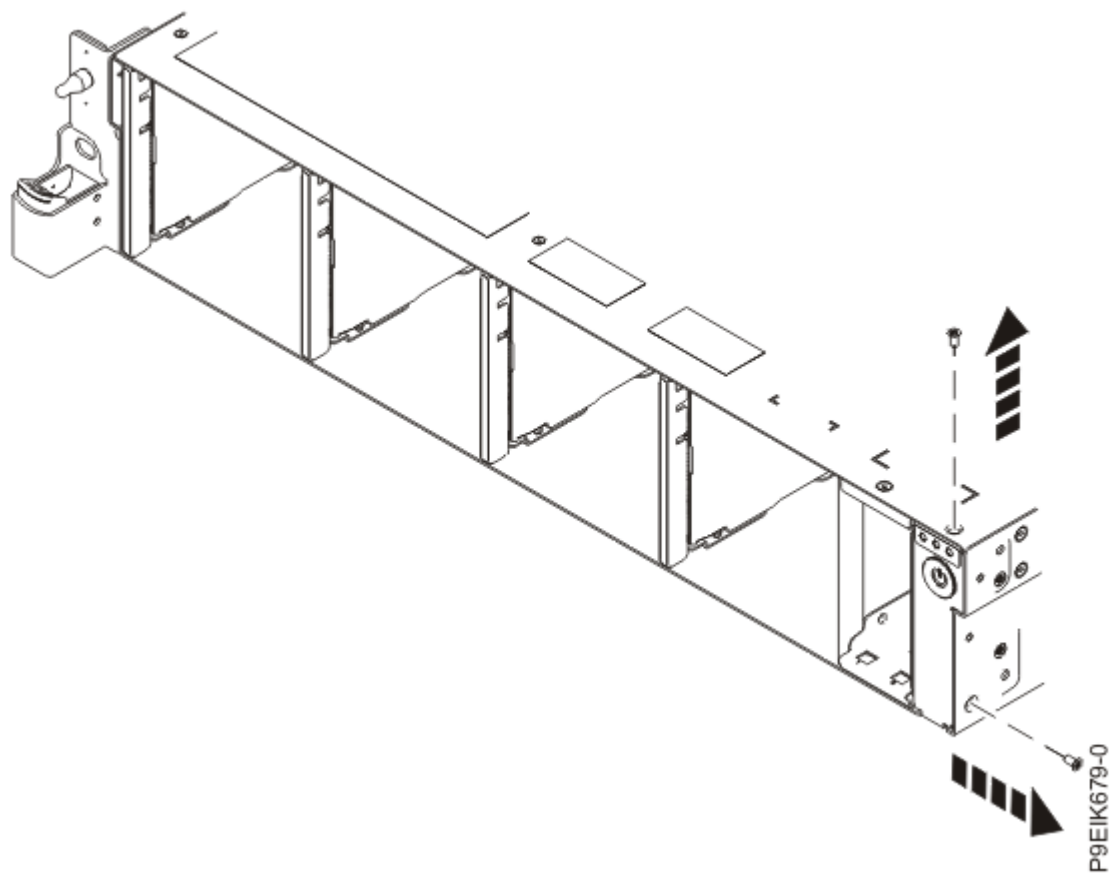

Figura 37. Extracción de los tornillos de la parte superior y lateral
5. Extraiga los tornillos superior y lateral del interruptor de alimentación como se muestra en la Figura 37 en la página 53.